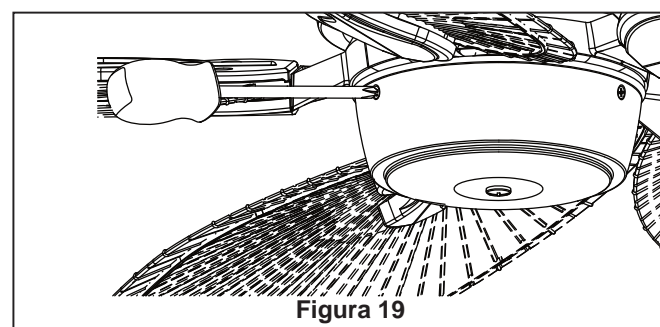

Figura 19
5. Instale la unidad redonda del interruptor de la carcasa en el adaptador instalado con los tres tornillos. (Figura 19)